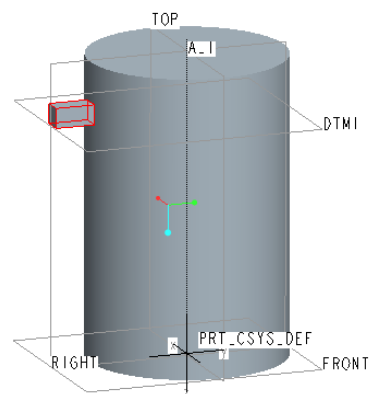

図 13-14 押し出し完了
- ・「フィーチャー完了」 をクリックすることで突起の押し出しが完了し、以下の図 13-14 が描かれる。(データム平面 DTMI の「上側」に突起が形成されていることに留意されたい)